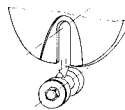

Bild 6
4. Regenmanager auf unteren "Vibrastop" aufsetzen, siehe Bild 6...7.
8. Regenmanager auf unteren "Vibrastop" aufsetzen, siehe Bild 6...7.